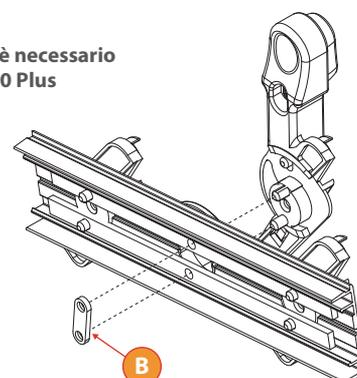

Fig. 03
6. Per aprire le lamelle ruotare la maniglia verso l'interno (Fig. 03).